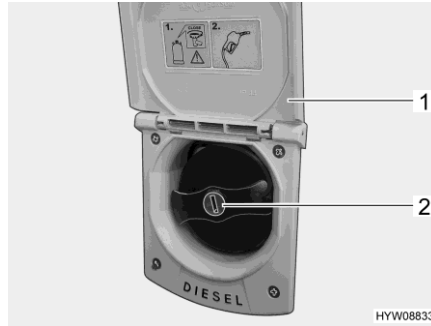

Fig. 38 Tubo de llenado de combustible
- Girar la trampilla (Fig. 38,1) hacia arriba.
- Introducir la llave en el cilindro de cierre (Fig. 38,2) y girar en sentido contrario a las agujas del reloj.